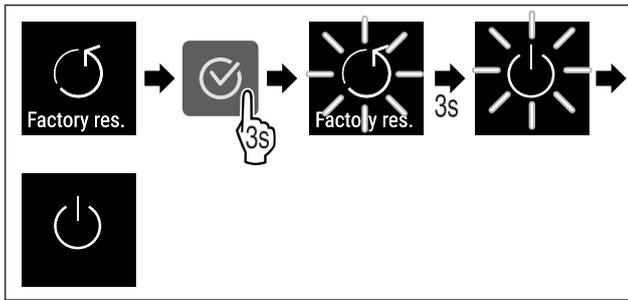

Fig. 102
► Выполните шаги действия (см. Fig. 102) .